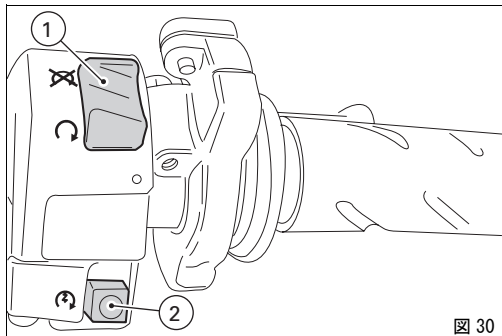

図 30
3) エンジン停止スイッチ (1, 図 30) が **○** (RUN) の位置になっていることを確認し、始動ボタン (2, 図 30) を押します。